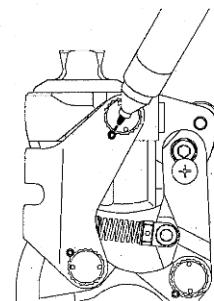

Abb. 3
- a) Zum Messen des Anziehens der verzahnten Knöpfe, ein Merkzeichen am Gewindekern des Knopfs **A** machen, der in Berührung mit der Spannschraube ist (Abb. 3).